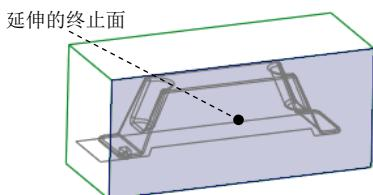
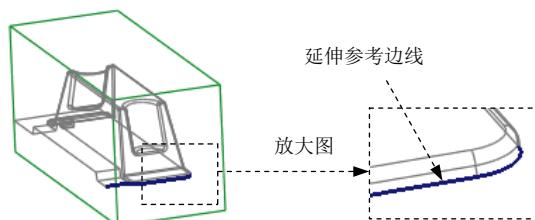

图 12.18 选取延伸的终止面
图 12.19 选取延伸边线
- ② 在系统的提示下, 选取图 12.18 所示的坯料的表面为延伸的终止面。
- ③ 单击 按钮, 完成延伸曲面3的创建。
- (1) 按住 Shift 键, 选取图 12.19 所示的边线为延伸参考边线。